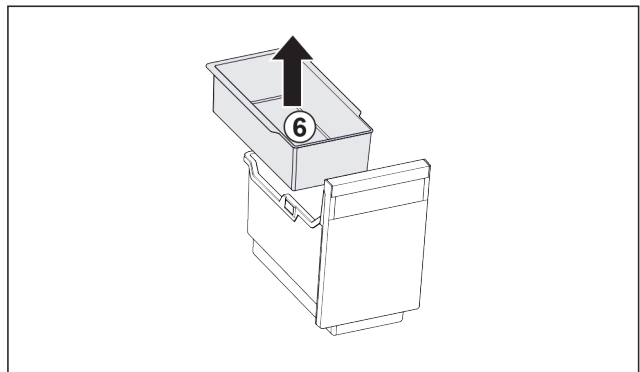

Fig. 34
- ▶ Вийняти підвісний лоток Fig. 34 (6).